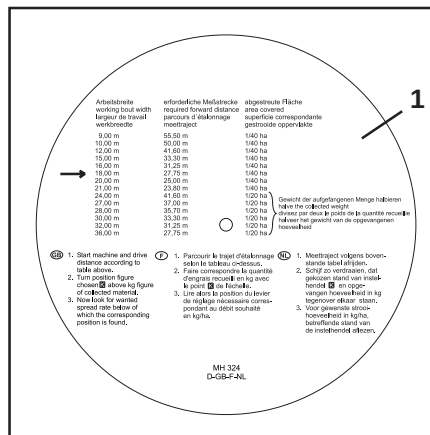

Fig. 7.14
- Ta den nødvendige **27,75 m** målestrekning for ønsket **18 m** arbeidsbredde og **1/40 ha** dekket flate fra tabellen (Fig. 7.14/1).
- Ta den nødvendige **41,6 m** målestrekning for ønsket **24 m** arbeidsbredde og **1/20 ha** dekket flate fra tabellen (**Fig. 7.14/1**).